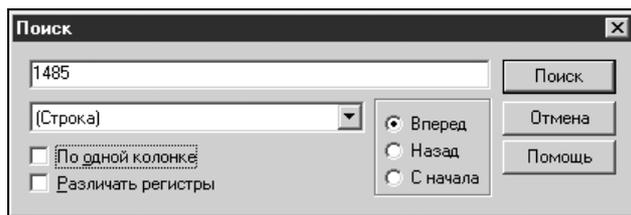
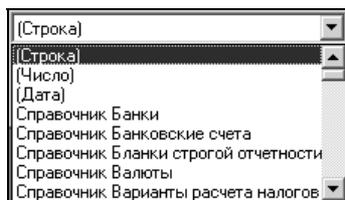

Рис. 2.20. Диалоговое окно запроса для поиска по произвольному критерию
Рис. 2.21. Список типов для задания критерия
1. Выбрать в меню **Действия** главного меню программы пункт **Найти** в группе **Поиск**. На экран будет выдано диалоговое окно **Поиск** (рис. 2.20). Шаблон для поиска задается в зависимости от выбранного типа в верхнем поле.
2. По нажатию кнопки **Поиск** (см. рис. 2.20) в журнале останется выборка документов по заданному контрагенту. На рис. 2.21 приведено начало списка из раскрывающегося списка, из которого видно, что можно задавать и строку, и дату, и число, надо только поставить курсор мыши в нужную колонку и указать признак **по одной колонке** (см. рис. 2.20).